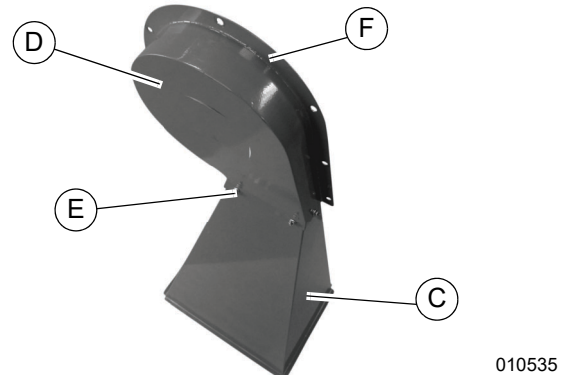

Figura 2-5. Fijación de la carcasa del molino de martillos
2. Consulte la Figura 2-5. Coloque el extremo más grande de la tolva de la trituradora (C) en una superficie plana y coloque la carcasa del molino de martillos (D) sobre la tolva de la trituradora.